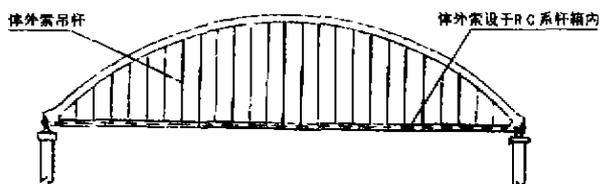

图1 体外索用于系杆拱布索示意图
3.2 拱桥是我国古老桥梁史上的光荣，1500多年前的赵州石拱桥跨径就达到了4米之巨。但多年来这些石拱桥的跨径也只能发展到100多米，而且只能修建在有坚实基岩的地基基础上，要想在平原软土地基上修建拱桥，必需付出巨大成本，修建庞大的墩台基础，用以抵抗巨大的拱推力。50年代末我国自原苏联引进了R.C.系杆拱技术，即用系杆平衡拱推力的拱桥，虽然解决了在平原软地地区修建拱桥的问题，但当时系杆拱的系杆与吊杆均系R.C.杆件，在长年受拉的疲劳荷载之下，混凝土表面易发生环状裂纹。近十几年来发展了体外预应力，在系杆拱的系杆箱内设置体外预应力索，吊杆也采用了体外索，至此才使大跨拱桥得到更加合理、安全、经济地发展（见图1）。